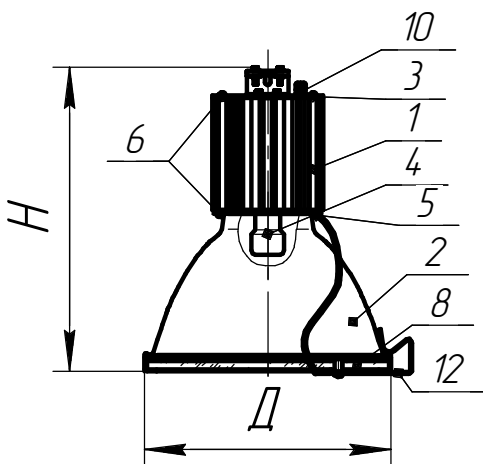

Рисунок 4
6.5 Светильники типа ГСП15, ЖСП15, РСП15, ФСП15 - светильники с решеткой защитной и стеклом защитным см. рисунок 4: